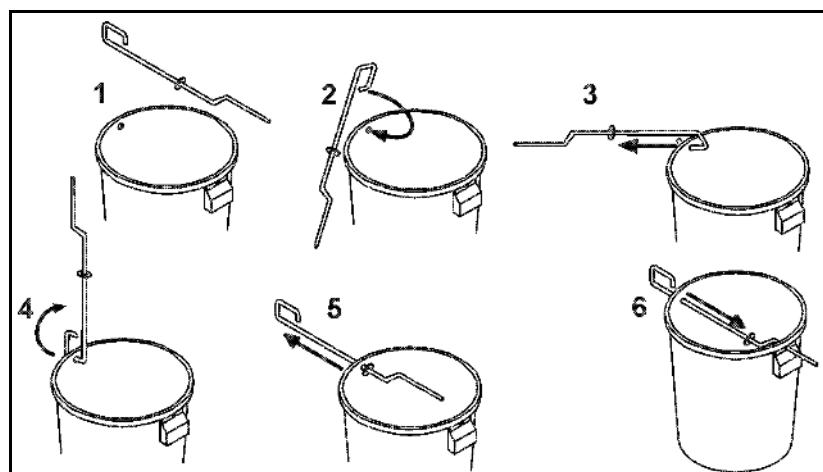

Fig. 40
For en nøyaktig innstilling av de ulike spredevingestillingene uten bruk av verktøy er det plassert to ulike skalaer (Fig. 40/1 og Fig. 40/2) som ikke kan forveksles, på hver spredeskive.
- Den korteste spredevingen (Fig. 40/3) har en skala (Fig. 40/1) med verdier fra 5 til 28, og den lengste spredevingen (Fig. 40/4) en skala (Fig. 40/2) med verdiene 35 til 55.
- Les av innstillingsverdien for den korte spredevingen (Fig. 40/3) på avlesingskanten (Fig. 40/5).
- Les av innstillingsverdien for den lange spredevingen (Fig. 40/4) av på avlesingskanten (Fig. 40/6).
- Når spredevingene dreies til en høyere tallverdi på skalaen (Fig. 40/1 el. Fig. 40/2), blir arbeidsbredden større.